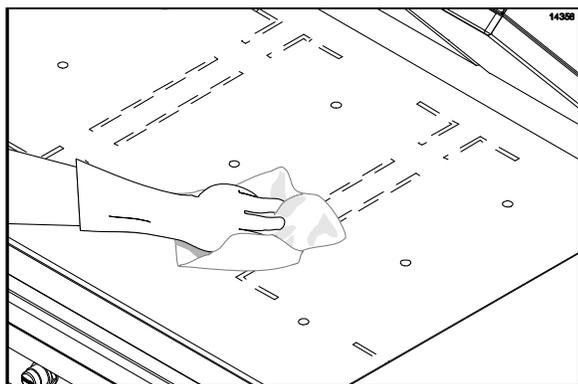

Figura 108
40. Vierta un poco de agua tibia en un paño para parrillas limpio mojado con solución desinfectante, mientras lo sostiene sobre la superficie inferior de la parrilla, y limpie los residuos. (Vea la figura 108.)